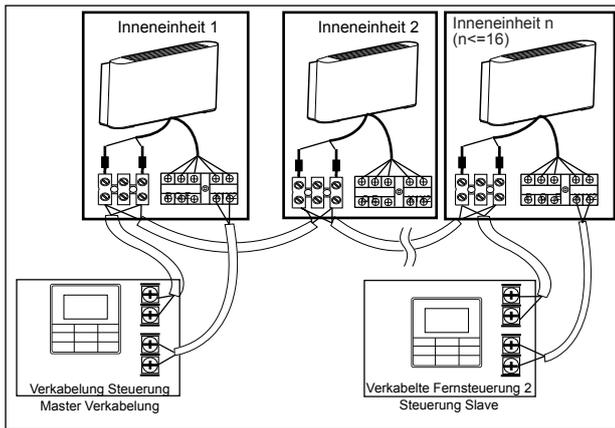

Abb. 6.8
- Verwenden Sie 1 verdrahteten Regler zur Steuerung eines Innengeräts oder 2 verdrahtete Regler (einen Master- und einen Slave-Regler) zur Steuerung eines Innengeräts 1 Innengerät (siehe Abb. 6.8)